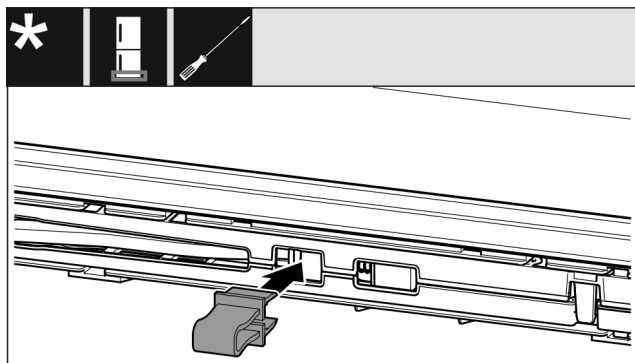

Fig. 18
- Fixați în poziție siguranța în deschizătură. (vezi Fig. 18)